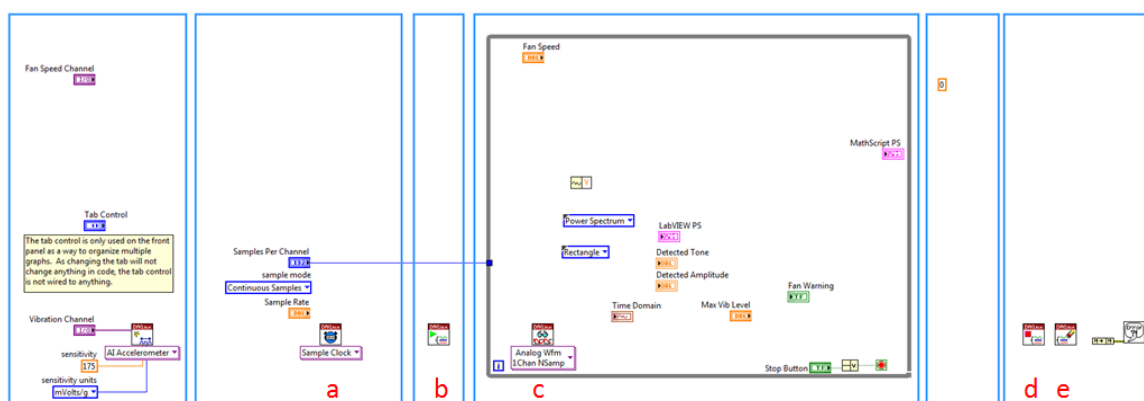

Figura 14. O fluxo do código DAQmx quase sempre segue o mesmo padrão.
27. Arraste os seguintes VIs da paleta DAQmx e posicione-os conforme ilustrado na figura 14.